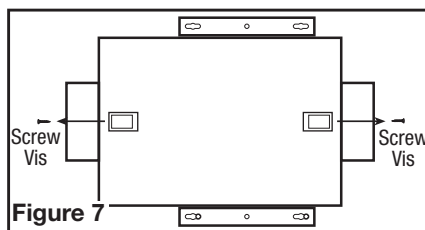

Figure 7
1. Remove the screws securing the access panel cover in place and open the cover to gain access. Locate the speed control panel inside the unit (**Figure 7**).
1. Retirez les vis qui retiennent le couvercle du panneau d'accès et ouvrez le couvercle pour y accéder. Localisez le panneau de contrôle de vitesse à l'intérieur de l'unité (**Figure 7**).